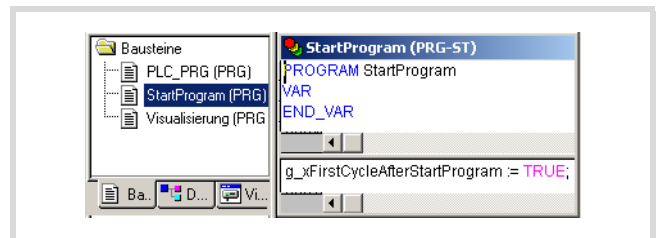

Abbildung 97: Startprogramm erstellen
- Schreiben Sie das Programm „StartProgram“ wie in → Abbildung 97.